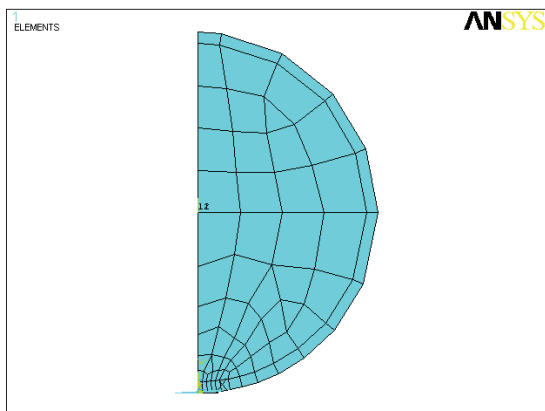

图 3-99 网格划分结果显示
25) 选择 Utility Menu | Plot | Elements 命令, ANSYS 显示窗口将显示网格划分结果, 如图 3-99 所示。